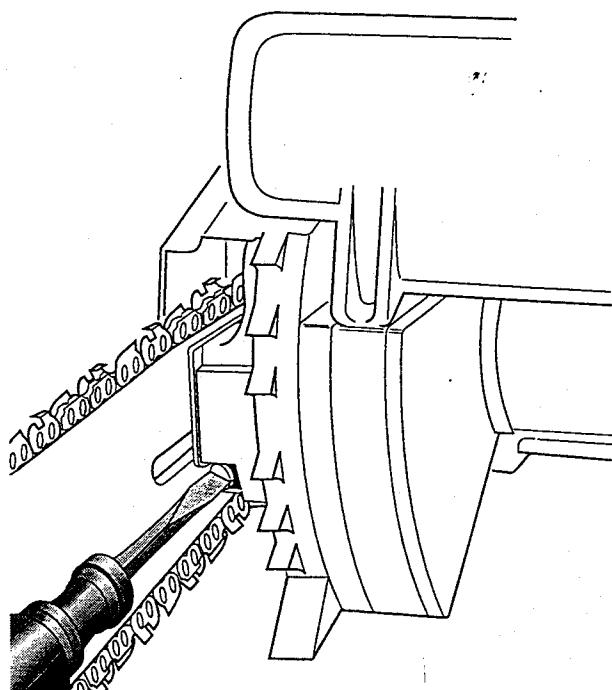

Рис.5. Поворот регулировочного болта
2. Поворачивайте регулировочный болт по часовой стрелке до полного устранения провисания цепи (рис. 5).